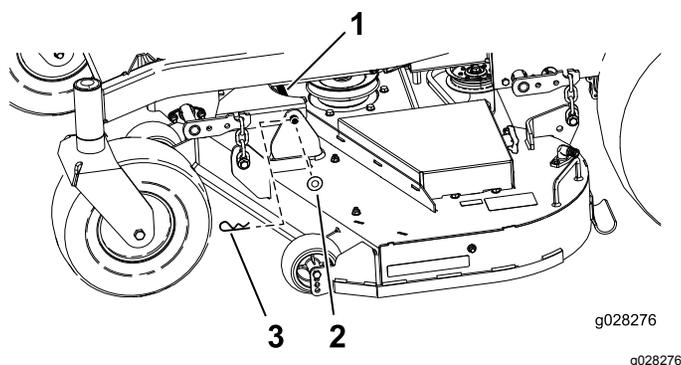

Figura 68
1. Retire la chaveta y la arandela que sujetan el pasador de enganche largo al bastidor y a la carcasa; retire el pasador de enganche (Figura 68).
9. Sujeta la varilla de acoplamiento con los pasadores de horquilla y las arandelas que retiró anteriormente (Figura 68).